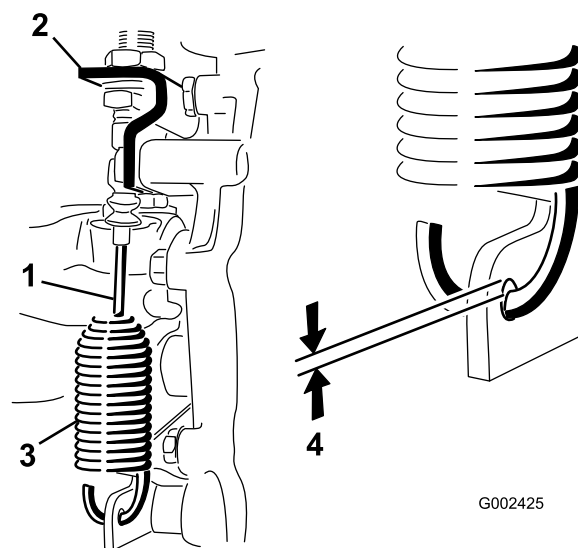

Рисунок 57
1. Снимите штифт с головкой и отверстием под шплинт, который крепит трос высокого-низкого диапазона к коробке передач (Рисунок 57).
2. Ослабьте гайки, которые крепят трос блокировки дифференциала к кронштейну на коробке передач (Рисунок 57).